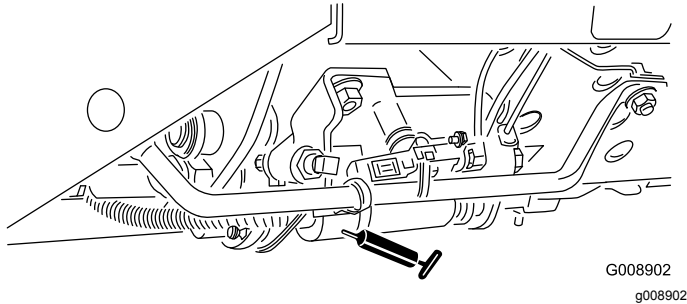

**Figura 38**
- Meccanismo di regolazione in folle (Figura 38)